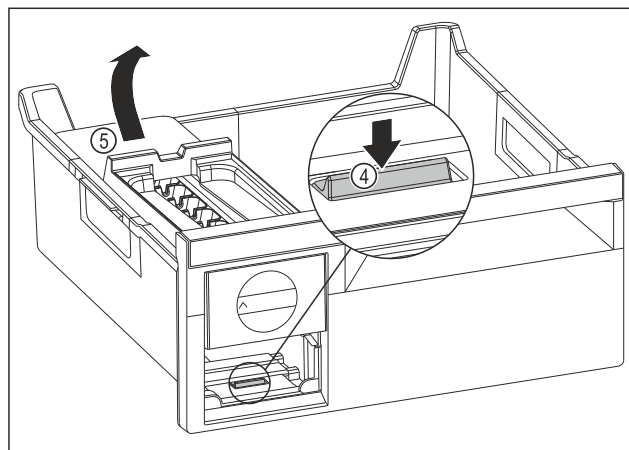

Fig. 130
- ▶ Izvadite tijelo sustava EasyTwist-Ice: Pritisnite jezičak Fig. 130 (4) prstom prema dolje i istovremeno drugom rukom podignite tijelo sustava EasyTwist-Ice Fig. 130 (5) straga.